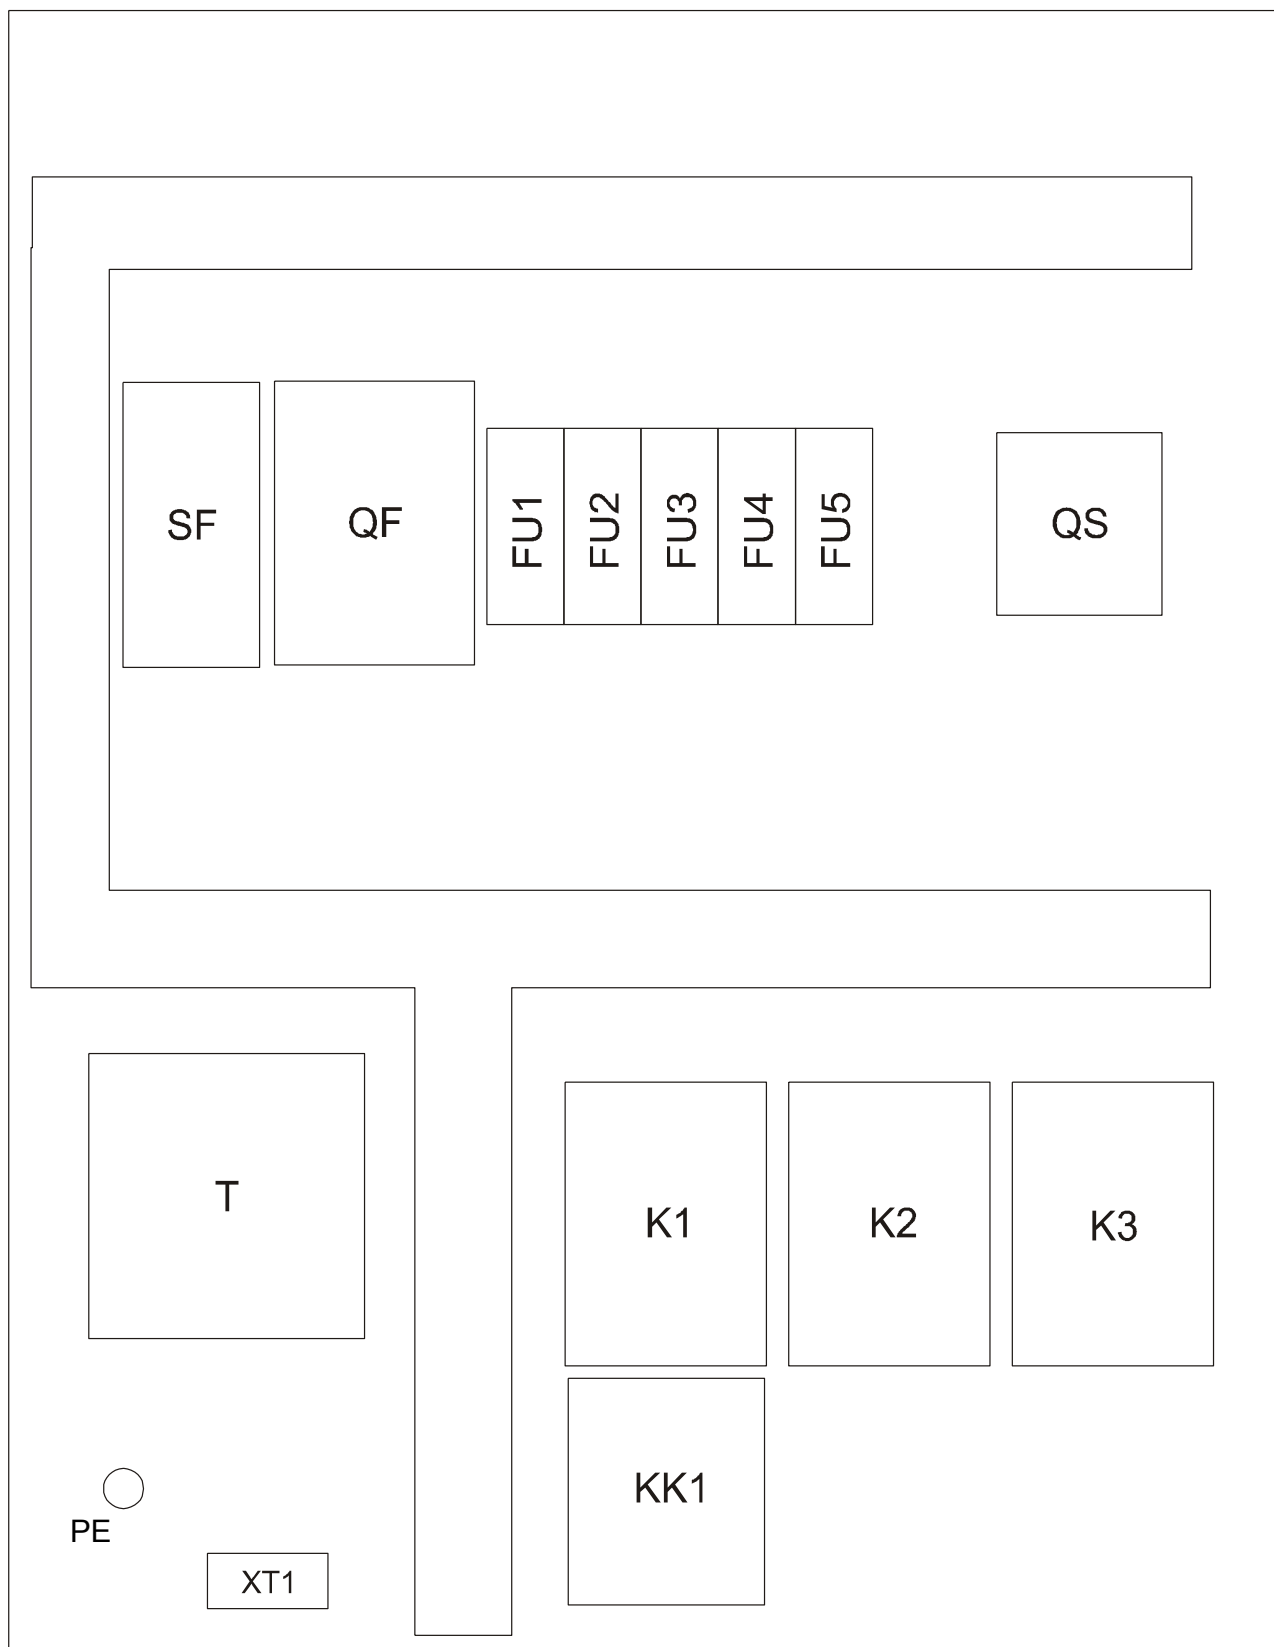

Рисунок 6 – Блок-схема платы монтажной компрессорной установки
14 – Шкаф с электроаппаратурой (см. рисунок 1) представляет собой короб закрытого типа с установленной платой, на которой смонтирована пускорегулирующая аппаратура, и устройства защиты (блок-схему см. рисунок 6).
- 4) Плавкие предохранители FU1 – FU5 – (см. рисунок 6) защита цепей управления и сигнализации;